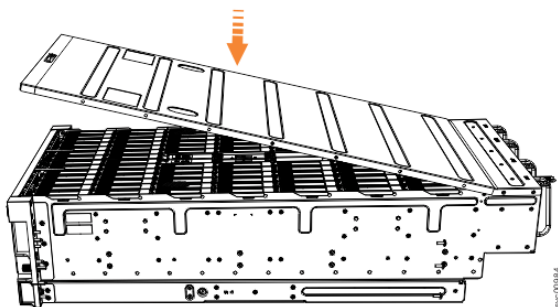

Abbildung 78. Obere Abdeckung ausrichten
1. Senken Sie die Abdeckung vorsichtig ab und stellen Sie sicher, dass sie korrekt an der Rückseite des Gehäuses ausgerichtet ist (siehe Abbildung 78 auf Seite 70).